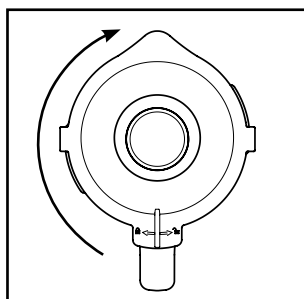

Fig.2
- 4) Volte a colocar a tampa **2** desalinhada no copo misturador **3** e pressione-a firmemente. Feche a tampa **2**, rodando-a no sentido dos ponteiros do relógio, para a posição , até ela encaixar de forma audível (ver fig. 2). Verifique se o bico de esvaziamento no copo misturador **3** está fechado. O motor só pode arrancar quando a tampa **2** estiver corretamente alinhada.